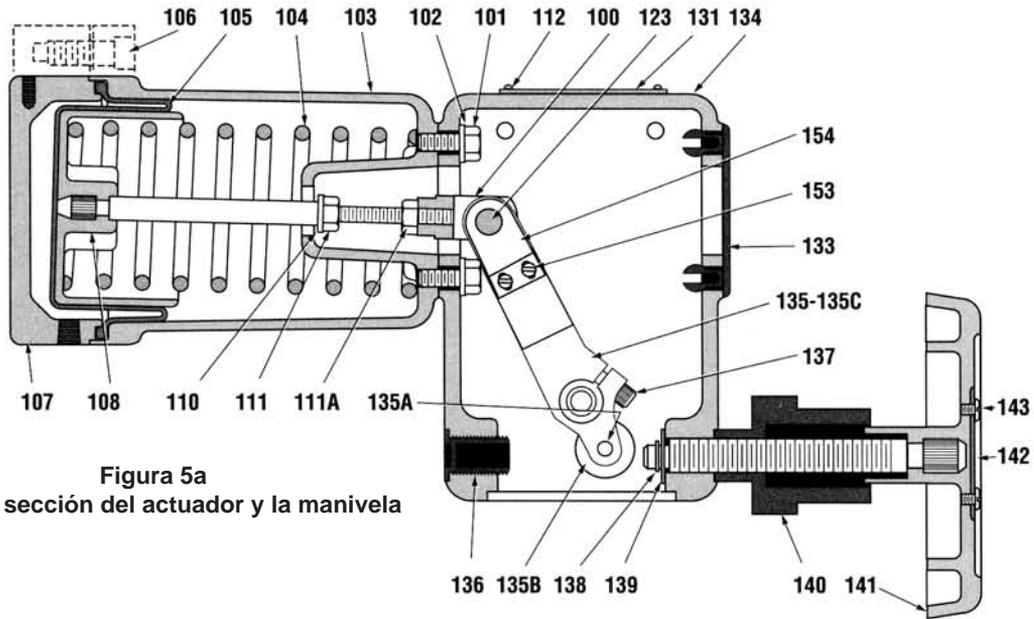

Figura 5a
6.1 Desmontaje del actuador (Figura 5a y 5b)